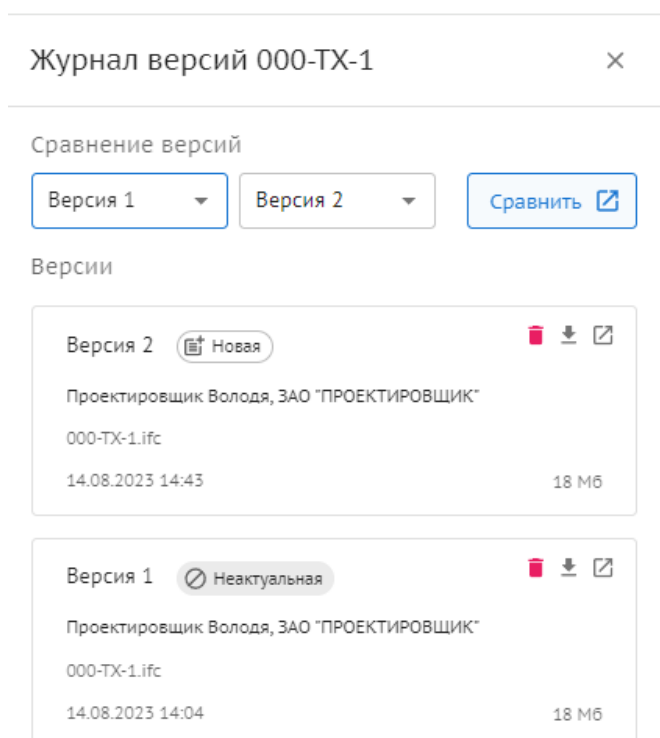

Рисунок 44. Журнал версий
- Откроется “Журнал версий” (Содержит информацию о всех версиях модели с указанием статуса и даты загрузки) (Рисунок 44);